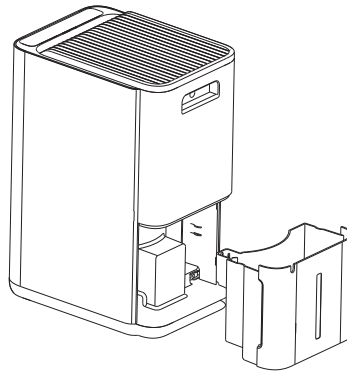

Рис. 3.
- А. **Слив вручную** (Рис. 3). Опорожните резервуар для воды вручную.